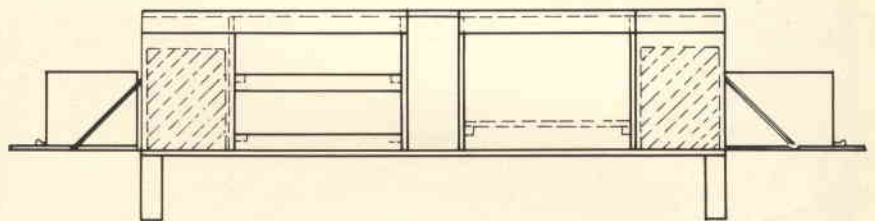

Fig. 1 - Vista frontale di tutto il mobile con le cassette acustiche all'esterno.
**I**l mobile che prendiamo in considerazione è diviso in cinque parti: alle estremità prendono posto le cassette acustiche che sono fissate con due semplici ganci alla parte superiore delle antine ribaltabili che chiudono i lati dove sono alloggiati le cassette acustiche. In fig. 1 sono indicati in tratteggio i volumi occupati dalle cassette.